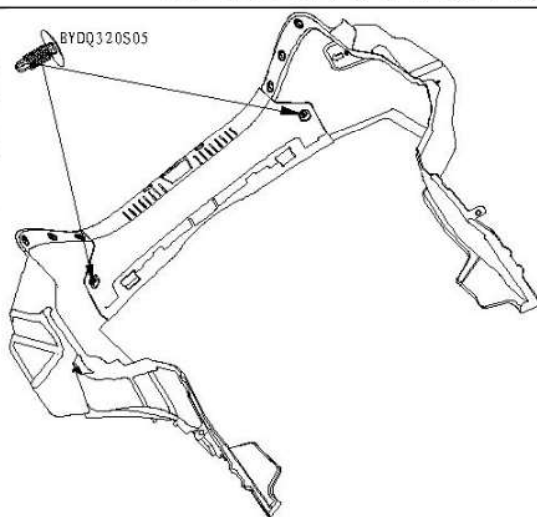

图 1-15-2 后围踏板安装结构图
- 用平口螺丝刀撬开异型卡扣，辅助松开两侧的六个叶子片卡扣（图 1-15-2 所示）并取下，然后再把隔热层上边缘从钣金挂耳上脱离，再把前围隔热层往后从钣金上退出来即可。